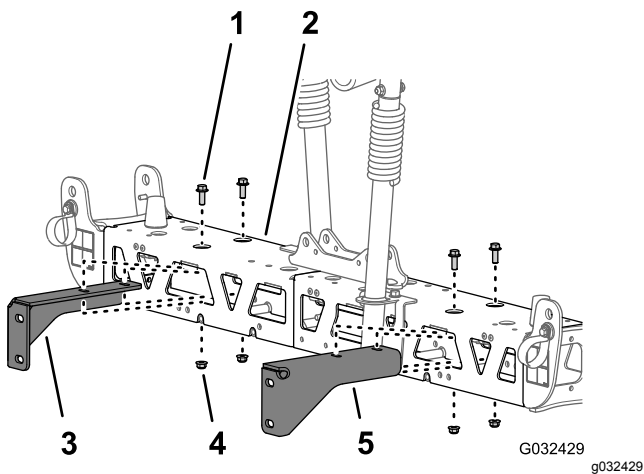

图51
- 拧下将支撑托架固定至中间喷洒段的 2 个凸缘头螺栓 3/8 x 1 英寸和 2 个凸缘锁紧螺母 3/8 英寸然后取下托架 图51。
3. 拧下将其他支撑托架固定至中间喷洒段的 2 个凸缘头螺栓 $\frac{3}{8}$  x 1 英寸和 2 个凸缘锁紧螺母 $\frac{3}{8}$  英寸然后取下托架图51。